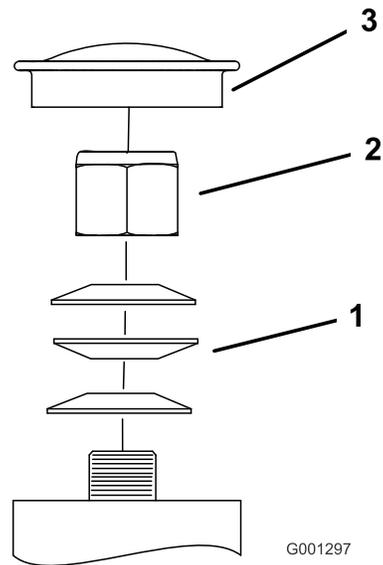

Figura 69
3. Retire el tapón guardapolvo de la rueda giratoria y apriete la contratuerca (Figura 69).
4. Apriete la contratuerca hasta que las arandelas de muelle estén planas, luego afloje la contratuerca 1/4 de vuelta para establecer la pre-carga correcta de los cojinetes (Figura 69).
Importante: Asegúrese de que las arandelas de muelle están correctamente instaladas, según se muestra en Figura 69.
5. Coloque el tapón anti-polvo (Figura 69).